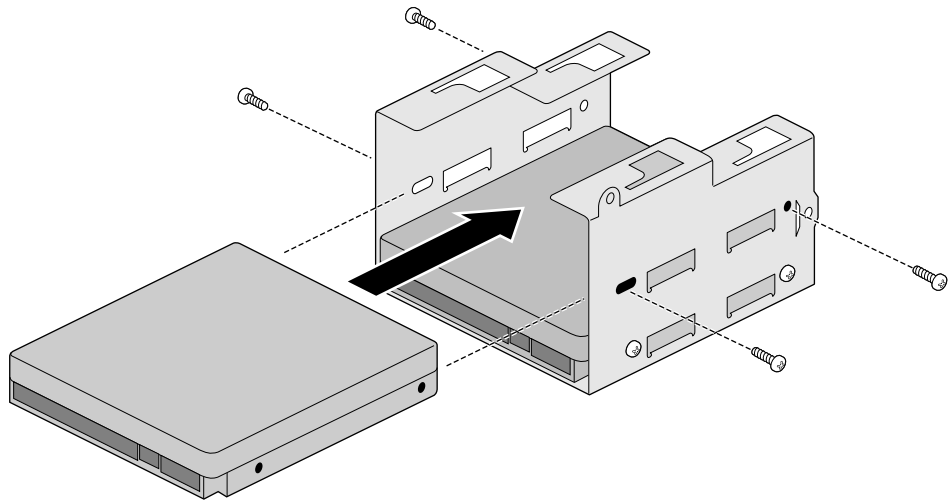

Abbildung 4-12 Anschließen einer internen Festplatte an den Laufwerkshalter
10. Verschrauben Sie die vier Schrauben wie in Abbildung 4-12.